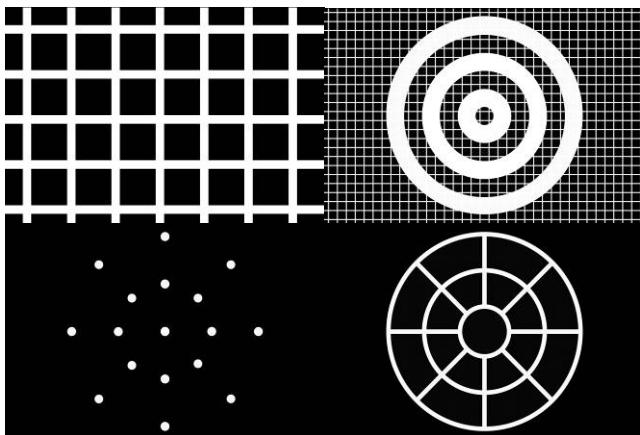

Abb. 1: Dias zum Nachweis der verschiedenen Aberrationen. Grob-Raster (l.o.), mm-Raster mit Zonen (r.o.), Löcherkranz (l.u.), Speichenrad (r.u.).
3.3 *Sphärische Aberration* – Verwenden Sie denselben Aufbau wie in 3.2 (hier wieder die 75 mm-Linse benutzen) aber mit rotem Licht, um nicht gleichzeitig den Farbfehler zu vermessen. Stellen Sie eine Kreisblende (Metallplatte mit Loch) direkt vor die Linse. Bilden Sie die Mitte des Speichenrads (Abb. 1) scharf ab (5 Wiederholungen).
3.4 *Koma* – Verwenden Sie den Aufbau aus 3.3, aber ohne Farbfilter und Blenden. Tauschen Sie das Speichenrad gegen den Löcherkranz aus (Abb. 1). Stellen Sie auf das mittlere Loch scharf. Dokumentieren Sie Ihre Beobachtungen mit einer Digitalkamera. Was würden Sie beobachten, wenn es sich um reines Koma handeln würde?
3.5 *Bildfeldwölbung* – Nutzen Sie den Aufbau aus 3.4. Tauschen Sie den Löcherkranz gegen das mm-Raster mit Zonen aus (Abb. 1). Stellen Sie zunächst auf das Raster der innersten Zone scharf. Notieren Sie die Schirmposition. Danach bilden Sie die anderen Zonen scharf ab und notieren erneut die Positionen. Hat Ihr Bildfeld eine konkave oder konvexe Wölbung? Dokumentieren Sie die Messungen mit einer Digitalkamera.
3.6 *Verzeichnung* – Nutzen Sie den Aufbau aus 3.5 (75 mm-Linse). Tauschen Sie das Millimeter-Raster mit Zonen gegen das Grob-Raster (Abb.1). Stellen Sie eine Kreisblende direkt vor die Linse und bilden Sie das Dia scharf ab. Verschieben Sie nun die Blende zum Gegenstand hin und beobachten das Bild. Dokumentieren Sie die Beobachtungen mit der Digitalkamera. Wiederholen Sie den Versuch. Stellen Sie nun allerdings die Blende hinter die Linse und verschieben Sie sie zum Schirm hin.